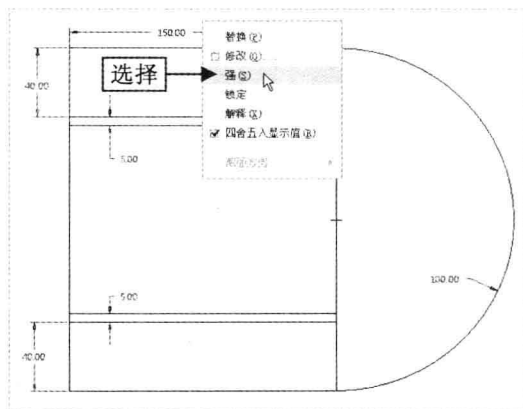

图 3-72 选择“强”命令
Step 02 在绘图区选择合适的尺寸标注，单击鼠标右键，在弹出的快捷菜单中选择“强”命令，如图 3-72 所示。